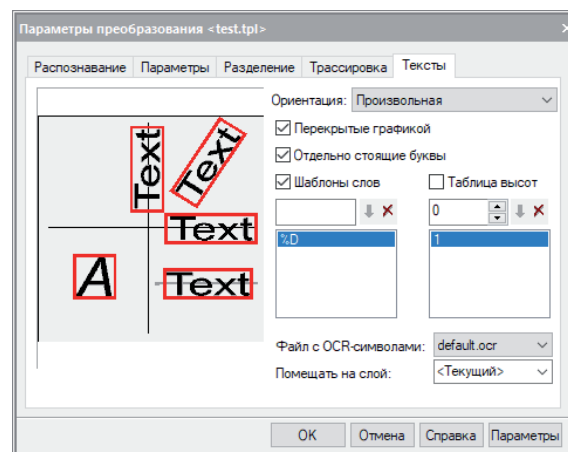

Рис. 11. Параметры преобразования текстов
- 5.4. Во вкладке *Тексты* (рис. 11) укажем произвольную ориентацию, перекрытие графикой и отдельно стоящие буквы. Зададим "1" в таблице высот для результирующего текста, так как высота исходного текста приблизительно равна этому значению. И добавим шаблоны слов "%D" для распознавания только цифр.